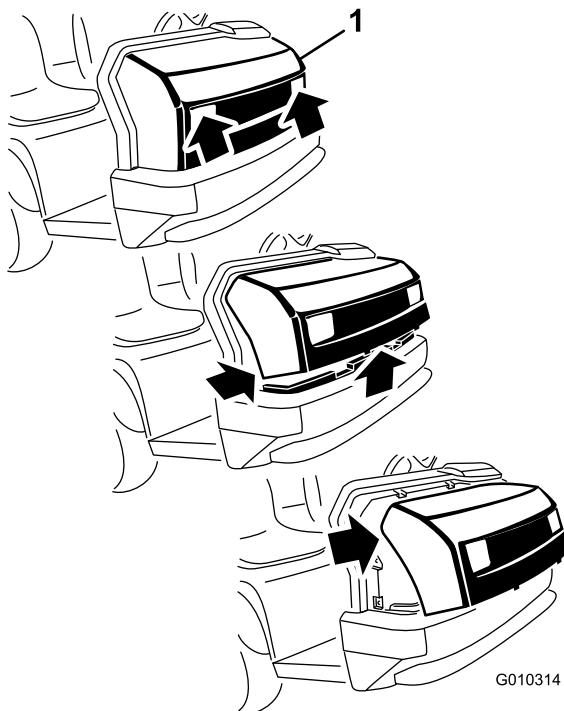

Figure 28
1. Tout en tenant le capot par les ouvertures des phares, soulevez-le pour dégager les pattes de fixation inférieures des fentes du cadre (Figure 28).
de fixation supérieures des fentes du cadre (Figure 28).
3. Faites pivoter le haut du capot en avant et débranchez les connecteurs des fils des phares (Figure 28).
2. Insérez les pattes de fixation supérieures dans les fentes du cadre (Figure 28).
3. Insérez les languettes de montage inférieures dans les fentes du cadre (Figure 28).